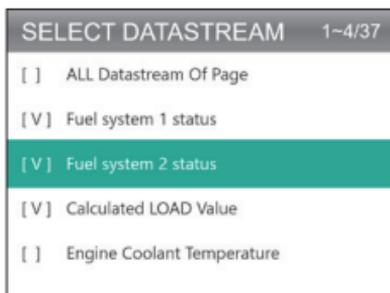

Figura 3.5.3
- Você também pode seleccionar "All Datastreams of Page" para visualizar todos os itens disponíveis (Veja Figura 3.5.3).